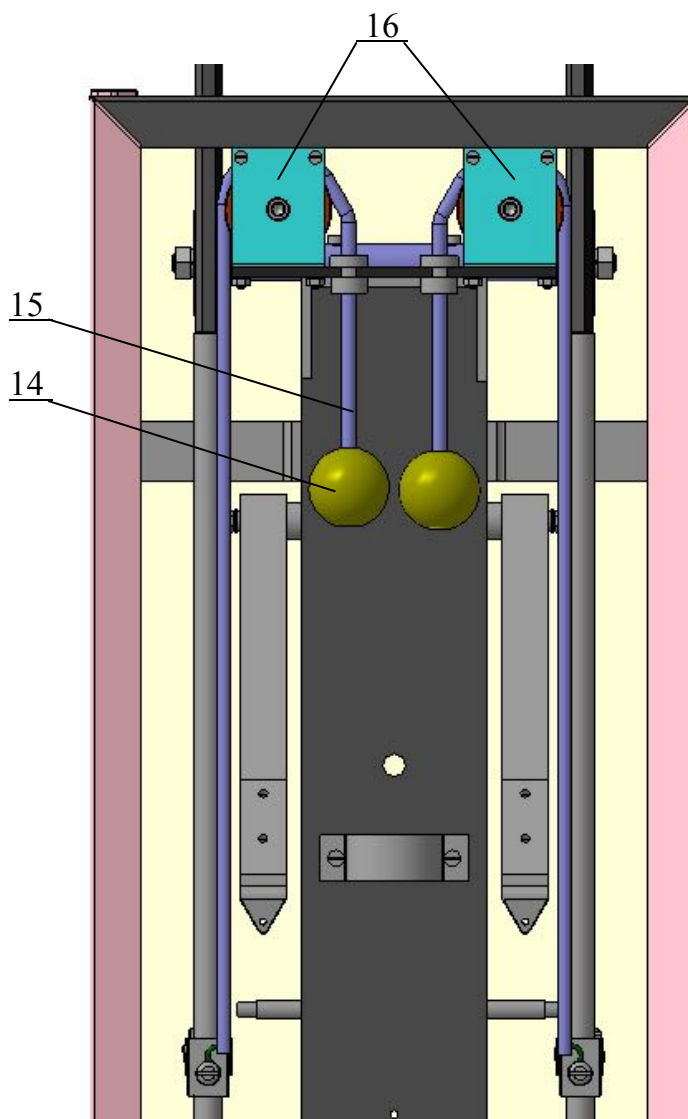

Рисунок 4
2.1.6 Открыть лицевую панель (13), поднять направляющую штангу (6) за ручку (14) шнура (15), перекинутого через блок (16) и задвинуть до упора в ограничители форму (рисунок 4). После чего установить фиксатор (5) в отверстие плиты основания.